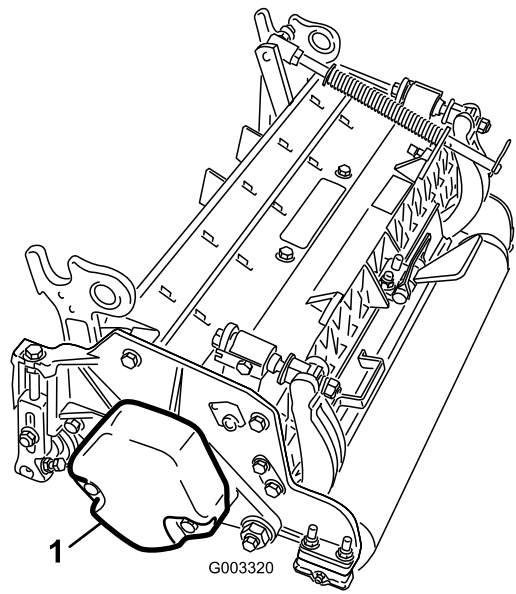

图4
4. 按照滚刀组图4*操作员手册*的说明，确保将配重块 () 安装到各滚刀组正确的一端上。